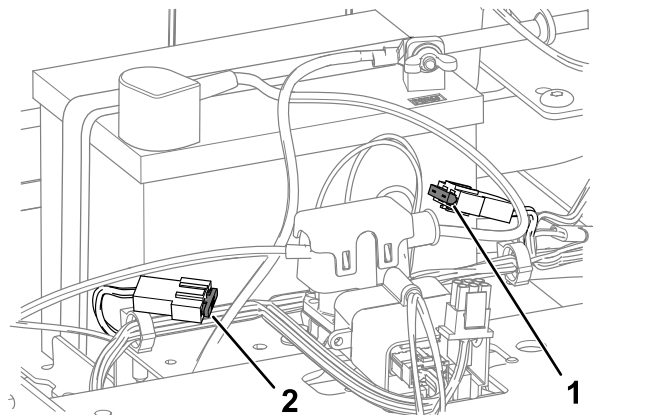

**Bild 50**
4. Ziehen Sie die Sicherung zum Wechseln heraus (Bild 50).